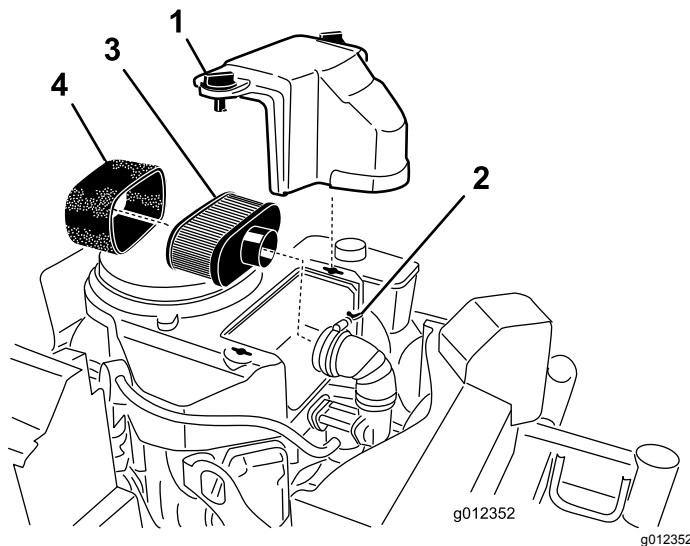

Figure 35
- Nettoyez la surface autour du filtre à air pour éviter que des impuretés n'endommagent le moteur en tombant à l'intérieur (Figure 35).
- Tournez les boutons du couvercle de 1/4 tour dans le sens antihoraire et déposez le couvercle du filtre à air (Figure 35).
- Tournez la vis à oreilles du collier de flexible dans le sens antihoraire pour séparer le filtre à air du conduit d'admission (Figure 35).
1. Sortez délicatement l'élément en mousse de l'élément en papier (Figure 35).
2. Vérifiez que les deux éléments ne sont pas déchirés, couverts d'une pellicule grasse ou endommagés (Figure 35).
5. Montez l'élément en mousse sur l'élément en papier (Figure 35).
6. Installez les éléments du filtre à air sur le conduit d'admission du moteur (Figure 35).
7. Tournez la vis à oreilles du collier de flexible dans le sens horaire (Figure 35).
2. Montez l'élément en mousse sur l'élément en papier neuf (Figure 35).
3. Installez les éléments du filtre à air sur le conduit d'admission du moteur (Figure 35).
4. Tournez la vis à oreilles du collier de flexible dans le sens horaire (Figure 35).